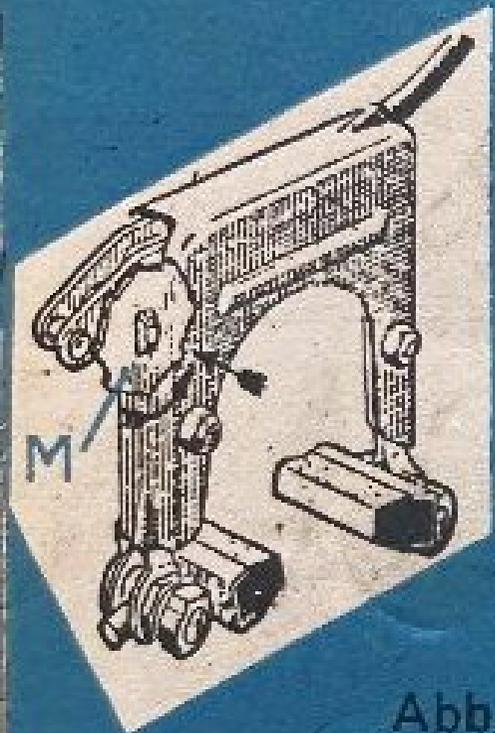

Abb. 4
## ● Einstellung der vorderen Bremse : (Abb. 4).
Dies kann sehr rasch und ohne Werkzeuge vorgenommen werden mit Hilfe der Handmutter (M) (Abb. 4), indem Sie den einzustellenden Handbremshebel ziehen und die Bremsklötze mit der anderen Hand gegen die Felge drücken. Dann lassen Sie den Handbremshebel los. Nachdem Sie die Handmutter (M) aus ihrer Arretierung gelöst haben, drehen Sie diese um eine oder mehrere Rasten.
## ● Austausch des Vorderbremsseiles : (Siehe Abb. 4 und 6)